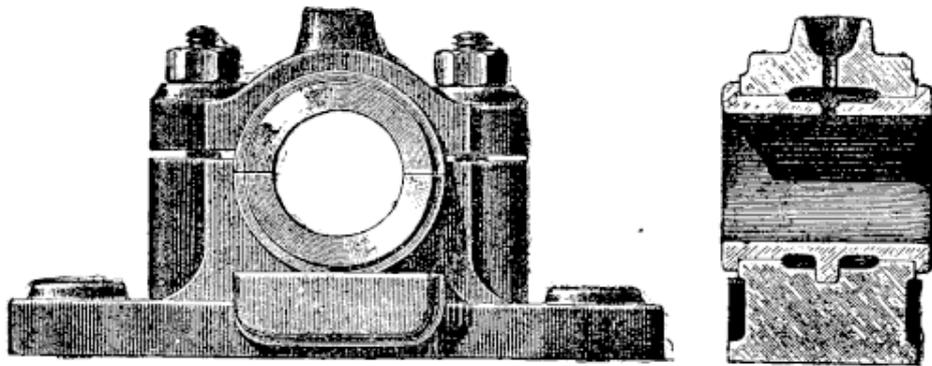

FIG. 27.
*Palier.* — Le palier est une pièce de fonte de forme variable fixée sur un support et portant vers son centre une partie cylindrique creuse, dans laquelle l'on place une portion de cylindre en bronze, fendue en deux suivant ses génératrices, et qui porte le nom de *coussinet*. (Fig. 27.)